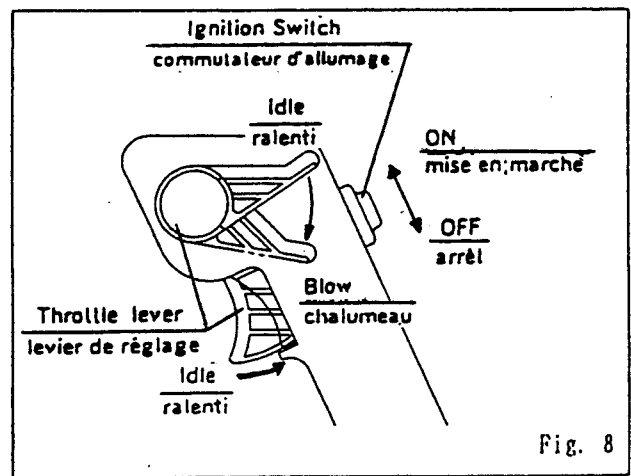

Fig. 8
1. Push ignition switch to the "ON" position. (Fig. 8)
4. Open the throttle lever halfway. (Fig. 8)
1. Mettre le commutateur d'allumage sur la position "ON". (Fig. 8)
4. Mettre le levier de commande des gaz en demi-ouverture. (Fig. 8)
2. Push ignition switch to the "OFF" position. (Fig. 8)
2. Mettre le commutateur d'allumage sur la position "OFF". (Fig. 8)